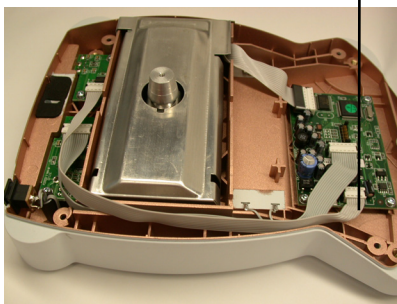

Abbildung 2D
8. Das Platinenkabel a) mit der zweiten RS232-Platine und b) mit dem Anschluss CN6 auf der Hauptplatine auf der Vorderseite der Waage verbinden (siehe Abbildung 2D). Das Platinenkabel in Richtung linke Seite des unteren Gehäuses führen.